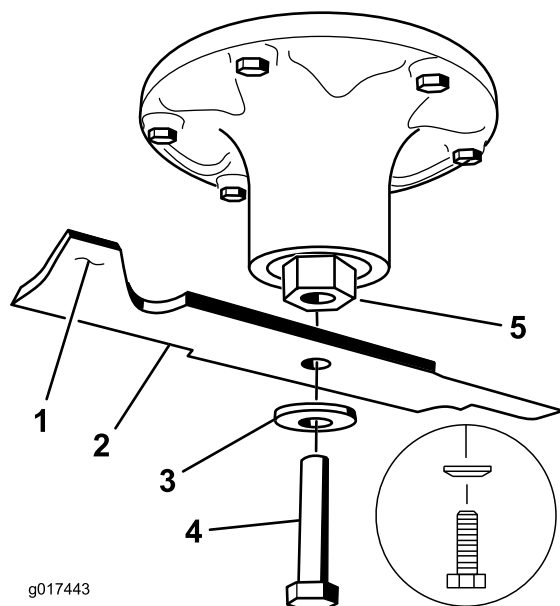

図 76
2. スピンドルのシャフトからブレードボルト、湾曲ワッシャ、ブレードを取り外す(図 76)。